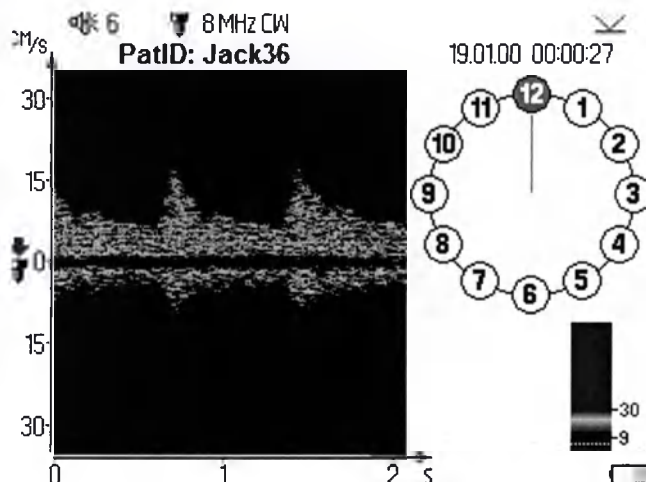

Рисунок 2.11 – Пример результата поиска кровотока в CW-режиме.
- нанесите на поверхность линзы УЗ датчика, расположенную на боковой поверхности корпуса диагностического зонда (см. рис. 2.11), стерильный ультразвуковой гель;